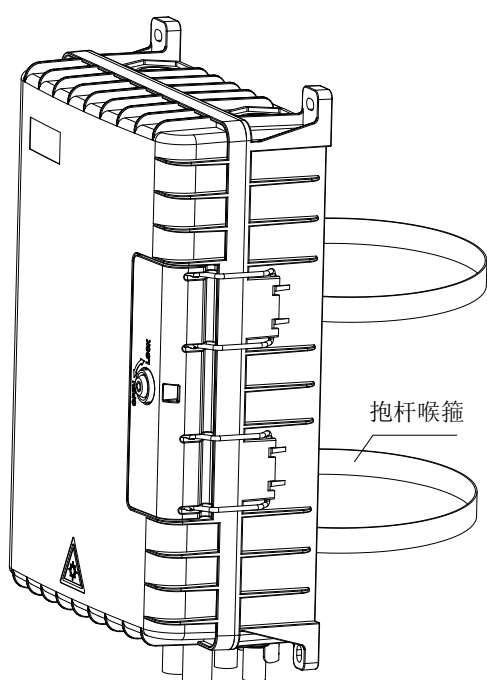

图 7
- ⑧ 抱杆安装：把一个抱杆固定件安装在盒底上，再把金属喉箍在光纤配线终端盒盒底部固定孔内穿好，然后固定在电杆上。见图 7